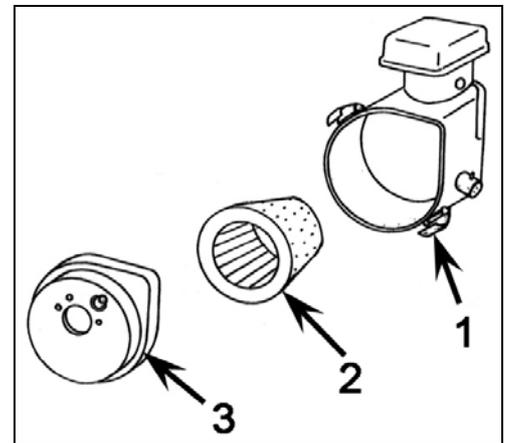

Figura 17
- Smontare il coperchio filtro aria, sganciando le 2 levette (1 Figura 17). Pulire l'elemento filtrante (2 Figura 17) soffiandolo dall'interno verso l'esterno con un getto d'aria a bassa pressione, in direzione opposta al normale flusso dell'aria. Sostituire la cartuccia se troppo sporca, oppure dopo 5 pulizie.